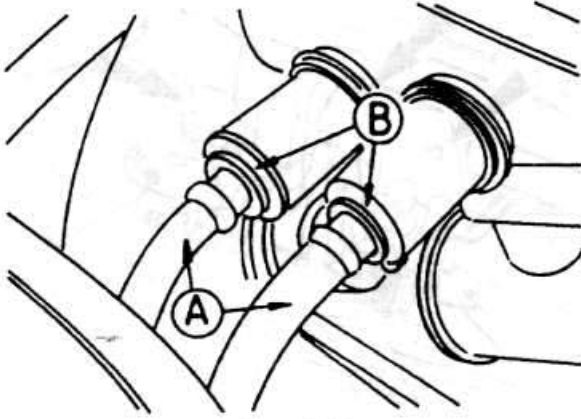

Рис. 6.22
- ♦ Отсоедините эластичный шланг, соединяющий компенсационный бачок с регулировочным узлом, находящимся с левой стороны автомобиля (рис. 6.22).